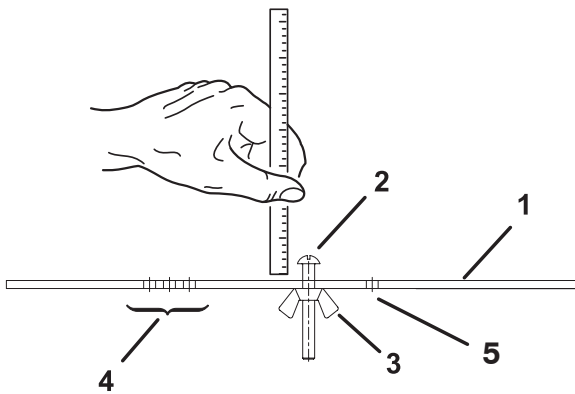

Bild 14
2. Lösen Sie die Mutter an der Messlehre (Bild 14) und stellen Sie die Einstellschraube auf die gewünschte Schnitthöhe ein. Der Abstand zwischen dem unteren Ende des Schraubenkopfs und der Stirnseite der Messlehre ist die Schnitthöhe.